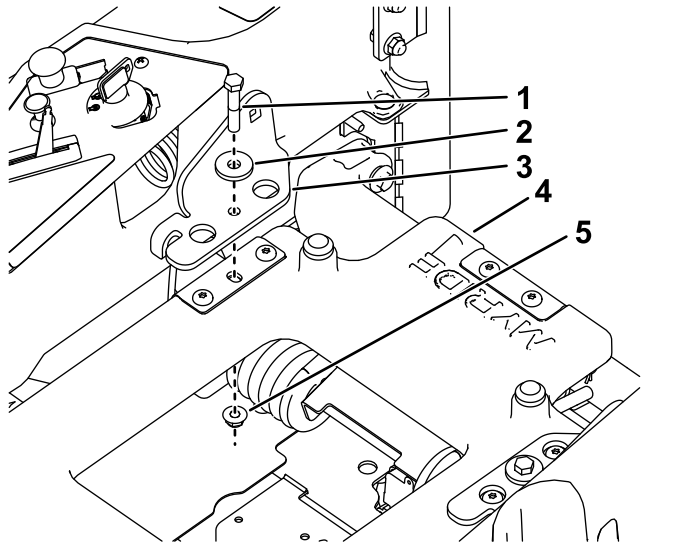

Figure 5
1. Montez les supports de ceinture de sécurité sur la plate-forme du siège à l'aide de 2 boulons à filetage partiel ($\frac{3}{8}$ " x 2"), 2 petites rondelles et 2 contre-écrous ($\frac{3}{8}$ "), comme montré à la Figure 5.